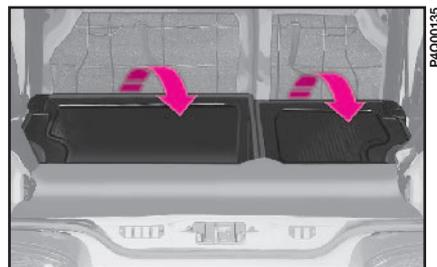

fig. 71
- soulever le dossier **fig. 71** et le pousser jusqu'à perception du déclic du mécanisme d'enclenchement, en prenant soin de placer les ceintures de sécurité devant le dossier;